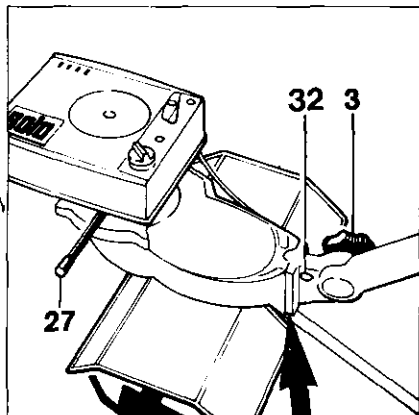

Fig. 7
2.) Aus Verpackungsgründen ist der Spornarm (1) nicht an der Hacke montiert, er wird aber zum Hacken unbedingt benötigt.
Vor dem Einstecken des Spornarmes in die Öffnung unter der Holmaufnahme (Fig. 7, Pfeil) muß der obere Teil des Spornarmes mit dem Rastbolzen gut eingefettet werden. Falls der Spornarm (z.B. zum besseren Transportieren) vorübergehend ausgebaut werden soll, so gehen Sie wie folgt vor: Einen dünnen Schraubenzieher oder ähnliches in die seitliche Bohrung (32) in der Holmaufnahme ganz hineinstecken. Dabei gleichzeitig den Spornarm zunächst ganz nach links und dann wieder ganz nach rechts bis zum Anschlag schwenken. Beim „Nachrechts-schwenken“ den Spornarm gleichzeitig nach unten – und herausziehen.
3.) Schutzdach (4) an das Getriebehäuse ansetzen und von unten mit den beigelieferten Befestigungsmuttern (28) festziehen.
4.) Hacksterne (5) mit Filzringen (in Werkzeugtasche) so auf die Wellenenden (6) stecken, daß die angeschliffenen Schneiden in Drehrichtung zeigen. Mit Klappstift (7) sichern. Federbügel muß entgegengesetzt der Drehrichtung zeigen.